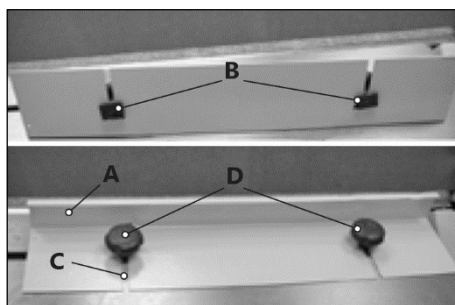

Рисунок 7.
Установите в пазы (С) параллельной направляющей (А) крепеж (D) (рис. 7). Поместите вставки (В) крепежа в паз рабочего стола. Зафиксируйте положение направляющей. За счет наличия пазов положение параллельной направляющей можно регулировать.